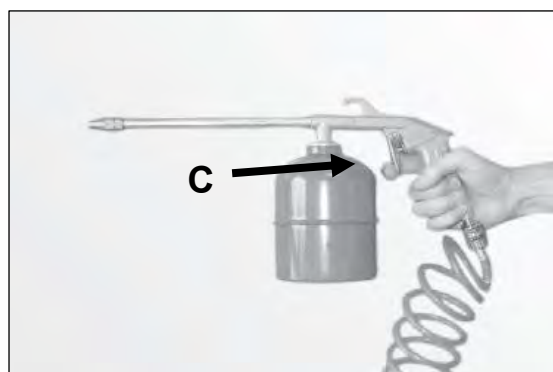

Рис. 18
4. Распылитель готов к работе. Для работы нажмите рычаг **C** (рис. 18).